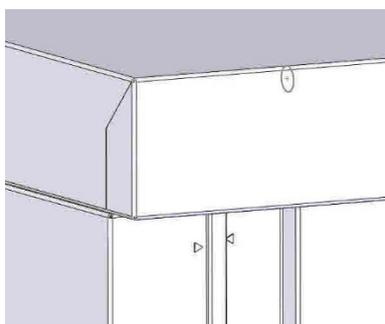

Рис.2
4.8 При включении шкафа следите за правильным положением дверей. На боковине шкафа стрелочка указывает, куда должна прийти внешняя дверь (рис.2).